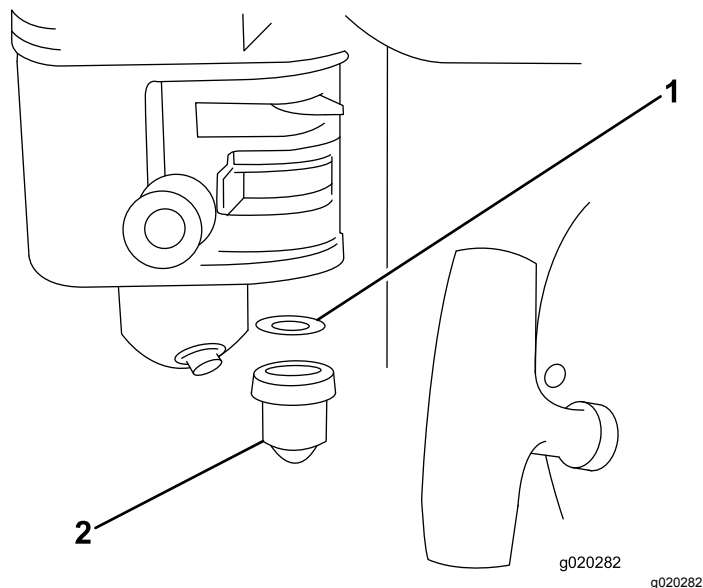

Figura 18
4. Retire la taza de sedimentos y la junta tórica (Figura 18).